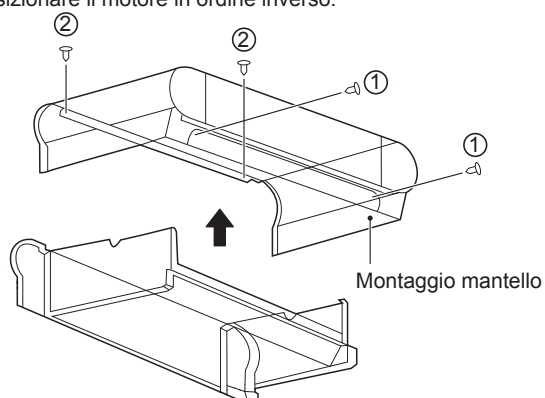

Figura 4-4 Rimozione dell'involucro
- Rimuovere le viti come illustrato in Figura 4-4 ①\*2 e ②\*2 e quindi l'involucro.